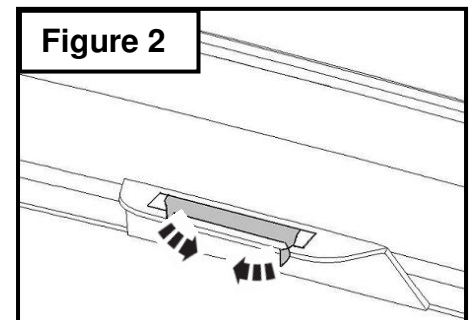

Figure 2
2. Trial fit the Hood Shield by partially peeling the 3M tape backing 2" on each side. Center the Hood Shield on the hood and temporarily attach. **(Figure 2)** Use the Hood Shield mounting holes for pre-drill referencing and mark the slots with a marker.
2. Faites un essai de montage en enlevant partiellement l'endos du ruban 3M sur 2" chaque côté. Centrez le protecteur sur le capot et fixez-le temporairement. (**Figure 2**) Utilisez les trous de fixation du protecteur de capot comme référence et marquez les fentes avec un crayon feutre.